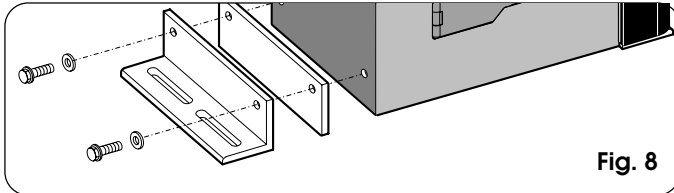

Fig. 8
- 1) Ensamble al operador los angulares de fijación y los separadores antivibraciones tal y como se indica en la Fig.8.